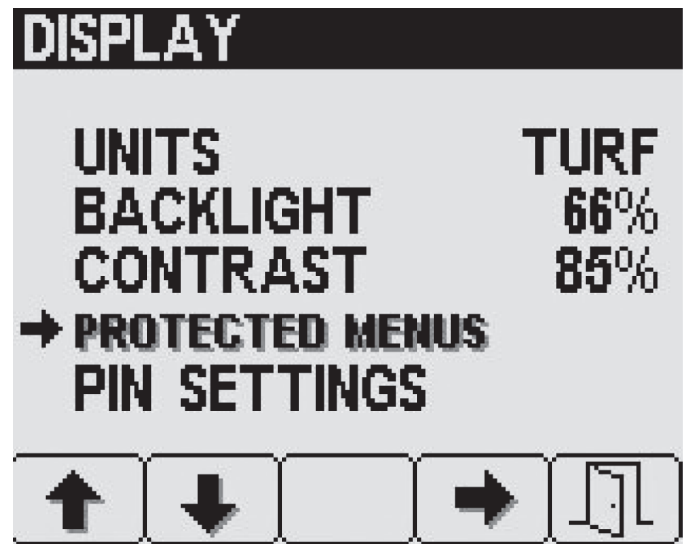

図 22
1. 表示Display画面でボタン2を何度か押して保護メニューProtected Menusへ移動し、ボタン4でそれを選択する 図 22。
2. ボタン2を何度か押して希望する項目を表示させる 図 22。